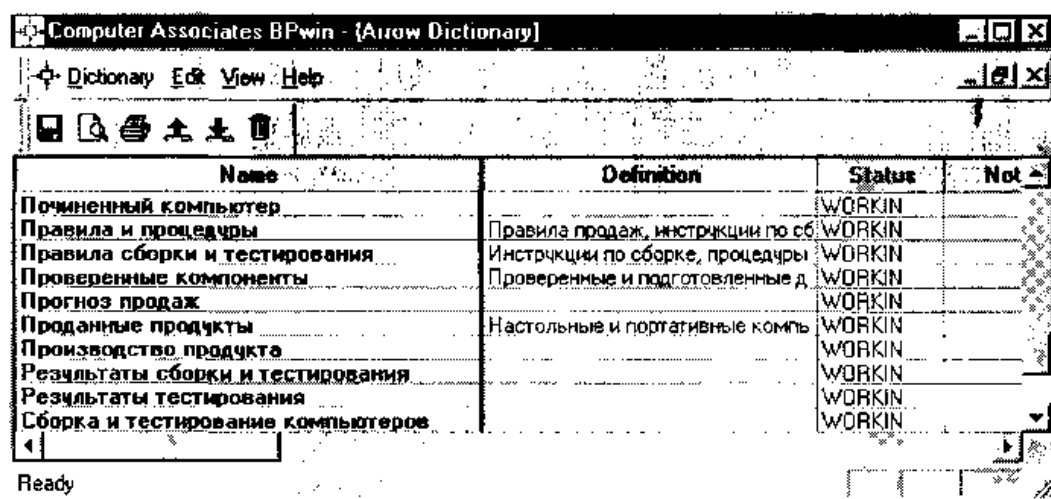

Рис. 32. Словарь стрелок
**Словарь стрелок** редактируется при помощи специального редактора Arrow Dictionary, в котором определяется стрелка и вносится относящийся к ней комментарий (рис. 32).